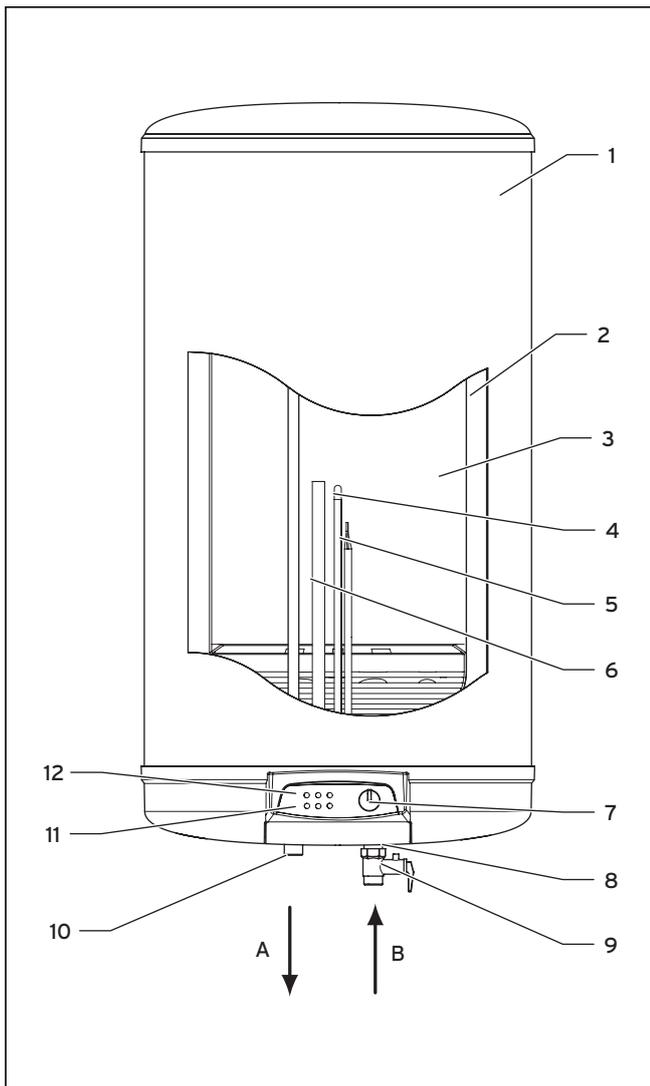

Fig. 2.1 Estructura
El acumulador eloSTOR de Vaillant se encuentra en el sistema estanco continuamente bajo presión de tubería: el contenido de agua en las llaves de paso estancas de agua caliente no depende de la atmósfera. Al abrir una llave de paso de agua caliente entra agua fría a través del conducto de agua fría (8, fig. 2.1) y presiona el agua caliente del depósito interior (3) a través del conducto de agua caliente (10).